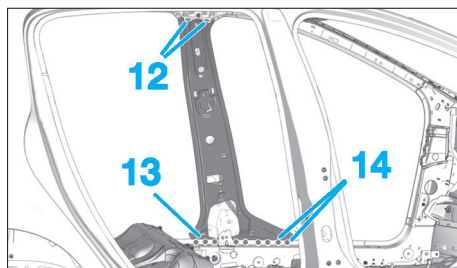

FIG. 89
- par cordon continu (12) (Fig.89),
- par pointage électrique zone (13),
- par points bouchons les points (14),